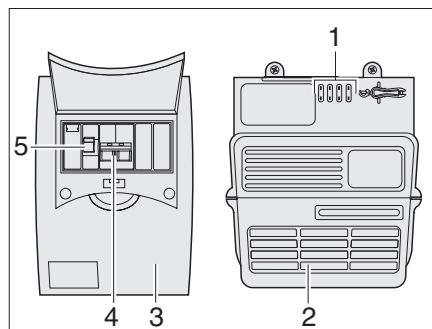

Fig. 94 Bloc secteur et disjoncteur automatique
Le coffret de fusibles 230 V (Fig. 94,3) est montée à côté du bloc transformateur (Fig. 94,2).
Dans le coffret de fusibles (Fig. 94) se trouvent le fusible principal (Fig. 94,4) et un disjoncteur différentiel (Fig. 94,5).
Le disjoncteur différentiel (Fig. 94,5) mesure le flux de courant des lignes d'arrivée et de retour de courant. En cas d'équilibre entre les deux lignes, le disjoncteur différentiel reste inactif. En cas de différence entre les lignes, le disjoncteur interrompt immédiatement le flux de courant. De la sorte, il empêche des accidents électriques dangereux.
- Pousser l'interrupteur principal (Fig. 94,4) vers le haut en position "ON".
- Pousser le disjoncteur différentiel (Fig. 94,5) vers le haut en position "ON".